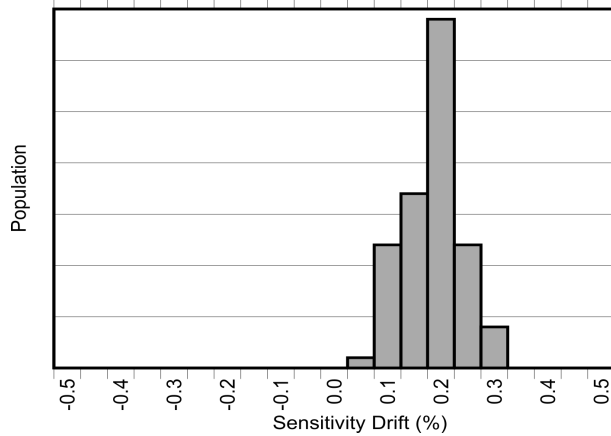
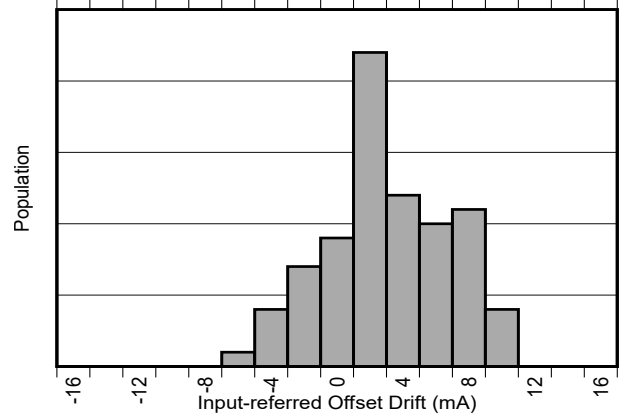

图 8-3. AEC-Q100 高温工作寿命应力测试后的灵敏度误差漂移
图 8-4. AEC-Q100 高温工作寿命应力测试后的以输入为基准的失调漂移
除了较大的热漂移之外，典型的磁性电流传感器由于在器件的寿命内老化，其灵敏度还会出现 2% 到 3% 的额外漂移。TMCS1126-Q1 中用于降低温度漂移的相同专有补偿技术也用于大大降低由于应力和环境条件（尤其是在较高的运行温度下）引起的老化而导致的寿命漂移。如 电气特性 所示，TMCS1126-Q1 具有行业出色的寿命灵敏度漂移，这是在标准三批 AEC-Q100 认证期间，在 130°C 和 85% 相对湿度 (RH) 下进行高加速应力测试 (HAST) 后实现的。在按照 AEC-Q100 认证规定进行 1000 小时、125°C 高温工作寿命应力测试后，还观察到 电气特性 中规定的界限内的低灵敏度和温漂。这些测试模拟了器件在使用寿命期间的典型运行情况，表明与典型的磁性电流传感器相比，由于老化导致的器件性能变化得到了极大的改善。图 8-3 和图 8-4 展示了在进行 AEC-Q100 规定的 1000 小时、125°C 高温工作寿命应力测试后的灵敏度和失调电压漂移。器件的运行性能在器件的整个生命周期内存在差异。该测试模拟了典型的器件寿命，并表明器件与典型磁传感器相比可能会大幅提高性能。